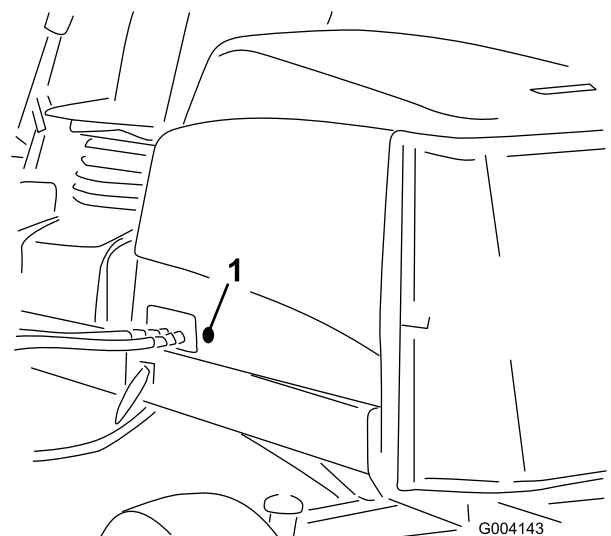

Figure 17
2. Retirez les bagues en caoutchouc du trou dans le côté gauche du capot (Figure 17).